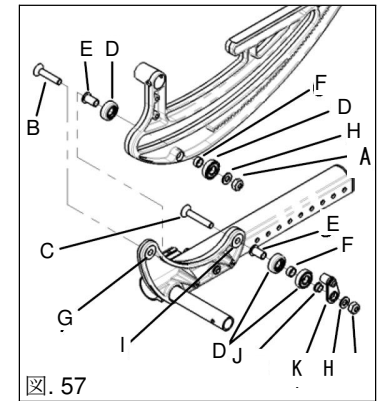

図. 57
- 17mmレンチと6mm六角レンチを使用し、4つのベ어링ロックナットすべてを緩め、取り外します(図57:A)。
- ベ어링サブアセンブリから平頭ネジ(図57:BおよびC)を取り外します。
- 新しいベ어링/ライナー(図57:D)を使用して、ベ어링シャフト(図57:E)を図のように1つのベ어링/ライナーサブアセンブリに通します。
- 回転フレームの外側からスロットにベ어링/ライナー付きのシャフトを配置し、スペーサー(図57:F)とシャフト上の2番目のベ어링/ライナーをスライドさせます。ベ어링ライナーの「ノーズ」は互いに向かい合っている必要があります。
- ベ어링シャフトの穴をベースフレームのフロントベ어링プレート(図57:G)の穴に合わせ(図57:G)、10mm x 50mm(図57:B)の平頭ネジをシャフトに通します。
- ワッシャー(図57:H)とロックナット(図57:A)を平頭ネジに戻し、指で締めます。
- 上記のステップeのように、スペーサー(図57:F)を2つのベ어링の間に挟み、穴にベ어링シャフトを挿入します。
- 図のように、後部ベ어링プレート(図57:I)の穴を介して10mm x 60mm(図57:C)の平頭ネジにスライドします。車椅子の反対側も同様に実施します。
- 両方のセットのベ어링に回転フレームをセットし、回転フレームの底部の隆起をベ어링ライナー間の溝に入れます。フランジをベ어링に向けてスイベルブッシング(図57:J)を取り付け、回転フレームの内側の溝に入れ子式ベ어링を入れ子にしたスイベルブッシングにスイベルプレート(図57:K)をスライドさせます。ワッシャー(図57:E)とロックナット(図57:A)で固定します。椅子の反対側についても繰り返します。